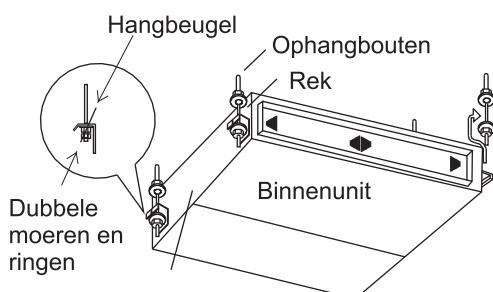

Afb. 3.5 Suspension bolts and nuts
- (1) Op welke wijze de ophangbouten en de moeren te bevestigen Zoals weergegeven in de afbeelding 3.5, de moeren zijn vier bouten bevestigd.